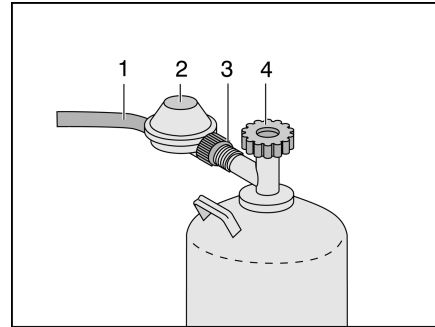

Bild 141 Anschluss Gasflasche
- Haupt-Absperrventil (Bild 141,4) an der Gasflasche schließen. Pfeilrichtung beachten.
- Gasdruckregler (Bild 141,2) festhalten und Rändelmutter (Bild 141,3) öffnen (Linksgewinde).
- Gasdruckregler mit Gasschlauch (Bild 141,1) von der Gasflasche abnehmen.
- Gasdruckregler (Bild 141,2) mit Gasschlauch (Bild 141,1) an die Gasflasche ansetzen und Rändelmutter (Bild 141,3) von Hand fest zudrehen (Linksgewinde).